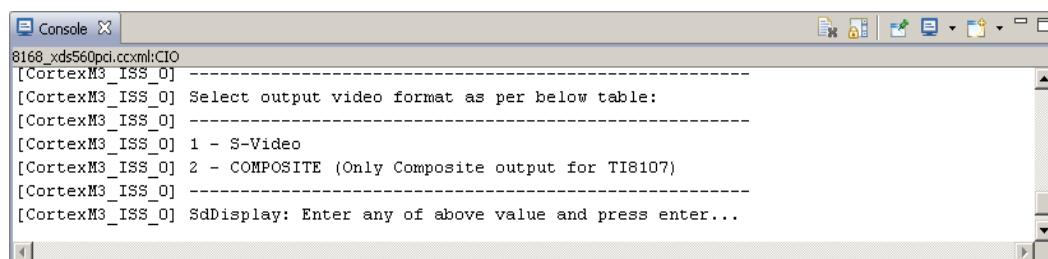

图 1-2-25
7. 接着提示选择显示输出视频格式, 如图 1-2-25 所示。选择 2 (COMPOSITE 格式), 按下回